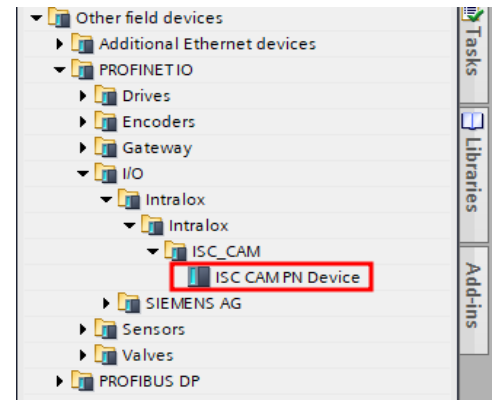

Figure 7: ISC CAM PN Device Hardware Catalog Selection
12. 导航至“ISC CAM PN 设备”，其他场域设备 > PROFINET IO > 输入/输出 > Intralox > Intralox > ISC CAM > ISC CAM PN 设备，见图7。